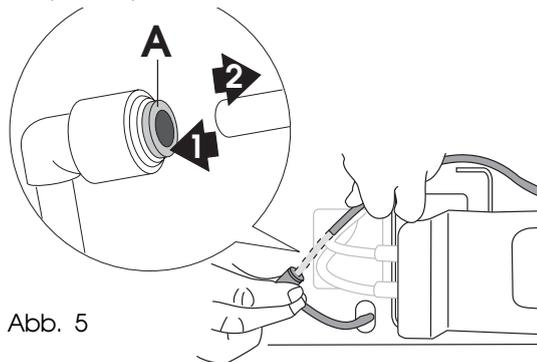

Abb. 5
- 3) Den Kondenswasseranschluss aus seiner Aufnahme ziehen, indem Sie den Ring **A** andrücken und die Leitung zurückziehen (Abb. 5)